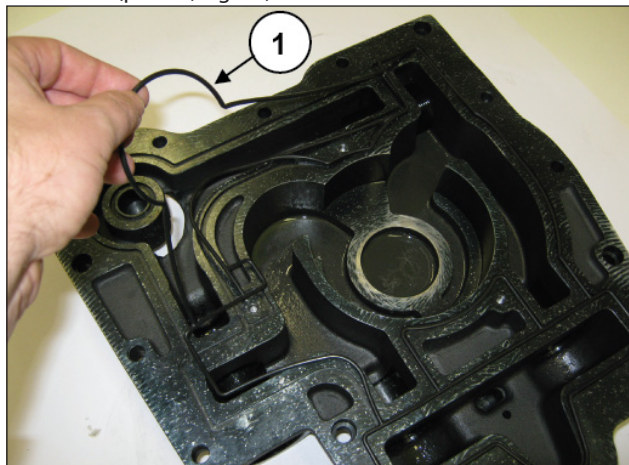

Fig. 53
Remova o vedante do anel circular montado e substitua-o, se necessário (pos. ①, Fig. 53).